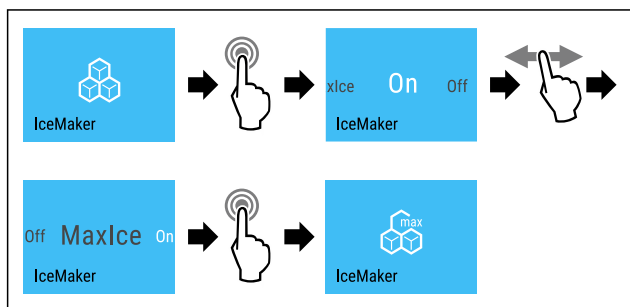

Fig. 21
- ▶ Wykonać czynności (patrz Fig. 21).